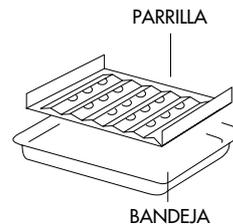

fig. 2
- Coloque los alimentos sobre la parrilla dentro de la bandeja, como en la ilustración 2). Coloque la rejilla de manera que los alimentos se encuentren a unas 2 pulgadas del elemento calentador superior. Las piezas grandes deberán situarse a 3-4 pulgadas de dicho elemento.